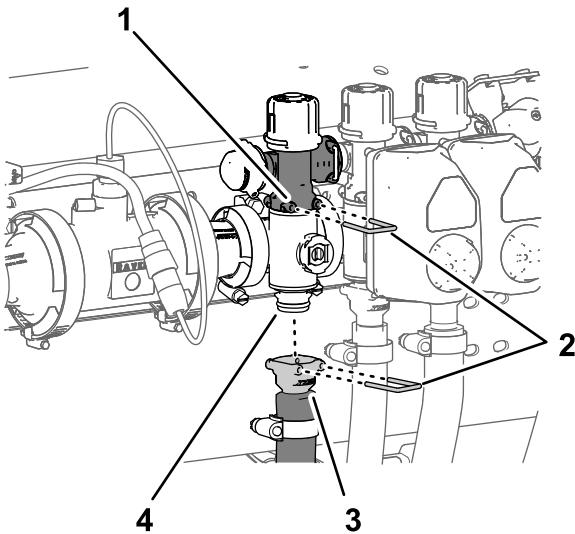

Bild 125
1. Entfernen Sie den Schnellkupplungsstift, mit dem die Schnellkupplung für das Abschnittssicherheitsventil am Abschnittsverteilerventil befestigt ist (Bild 125).
2. Entfernen Sie den Schnellkupplungsstift, mit dem die Schnellkupplung für den Abschnittzulaufschlauch am Verteiler für das Schnellkupplungsanschlussstück des Abschnittventilverteils befestigt ist (Bild 125).